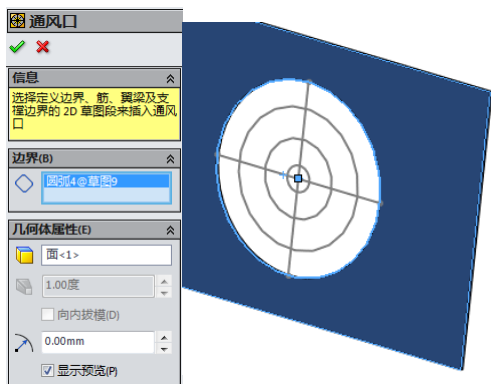

图 7-91 选择通风口的边界
(2) 单击“钣金”工具栏中的“通风口”按钮，系统打开“通风口”属性管理器，首先选择草图的最大直径的圆草图作为通风口的边界轮廓，如图 7-91 所示。同时在几何体属性的“放置面”栏中自动输入绘制草图的基准面作为放置通风口的表面。
(3) 在“圆角半径”输入栏中键入相应的圆角半径数值，本例中键入数值 5。这些值将应用于边界、筋、翼梁和填充边界之间的所有相交处产生圆角。